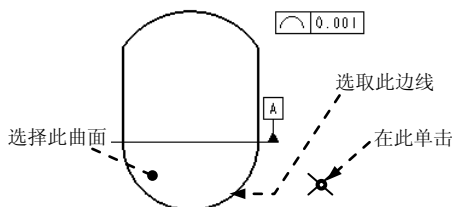

图 5.6.20 定义公差参照
Step3. 定义公差参照。在 **参照: 区域** 的 **类型** 下拉列表选取 **曲面** 选项, 选取图 5.6.20 所示的面为公差参照。
(2) 在系统  选取多边, 尺寸界线, 基准点, 多个轴线, 曲线 或 顶点的提示下, 选取图 5.6.20 所示的边线为放置位置参照, 在 ▼ ATTACH TYPE (依附类型) 菜单中单击 **Done (完成)** 命令, 系统弹出图 5.6.21 所示的 ▼ DIRECTION (方向) 菜单, 且在视图中显示指引线方向, 如图 5.6.22 所示。
(3) 在 ▼ DIRECTION (方向) 菜单中选择 **Okay (确定)** 命令, 然后在系统  选取放置位置的提示下, 在图 5.6.20 所示的位置单击, 放置“面轮廓度”公差。